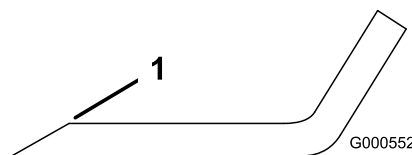

Figure 100
1. Au moyen d'une lime, aiguissez les tranchants à chaque bout de la lame (Figure 100).
Remarque: Si la lame est déséquilibrée, limez un peu l'extrémité de l'ailette seulement (Figure 100).